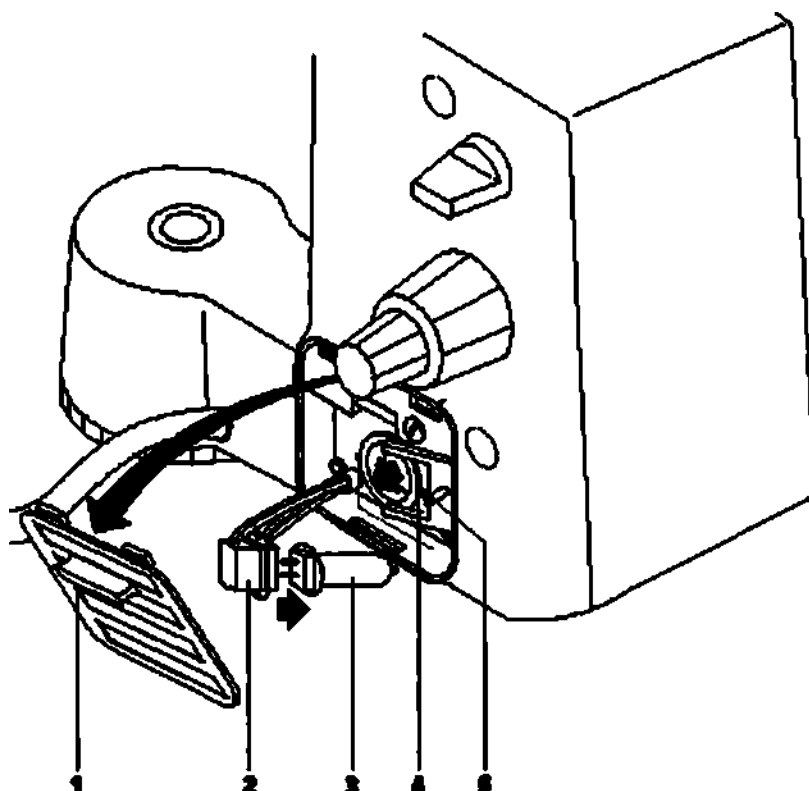

Рис.21 Замена галогенной лампы
- Галогенная лампа (3) заменяется так, как представлено на рис.21.
- Для деблокировки фиксатора лампы необходимо перевести рычаг (5).
- При монтаже необходимо следить за правильным положением лампового патрона (2) относительно ориентировочных штифтов (4).